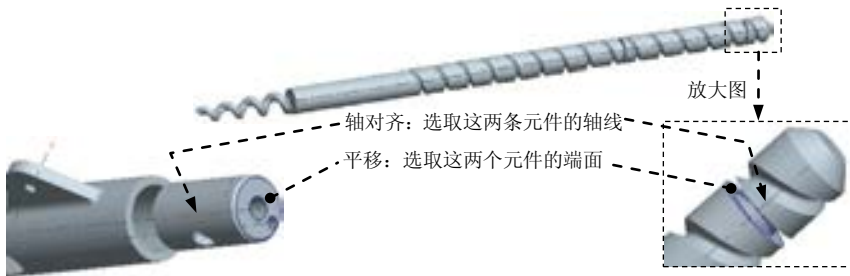

图 12.5.5 装配抓爪的操作过程
① 在约束集列表选取 销钉 选项。
② 修改此连接的名称。单击操控板中的 放置 按钮；在 集名称 文本框中输入此连接的名称“Connection_2c”，并按 Enter 键。
③ 定义“轴对齐”约束。选取图 12.5.5 中的两条轴线（元件 Claw 的中心轴线和元件 Piston 的中心轴线）。
④ 定义“平移”约束（对齐）。分别选取图 12.5.5 中的两个平面（元件 Claw 上槽特征的端面和元件 Piston 的端面），以限制元件 Claw 在元件 Piston 上平移。